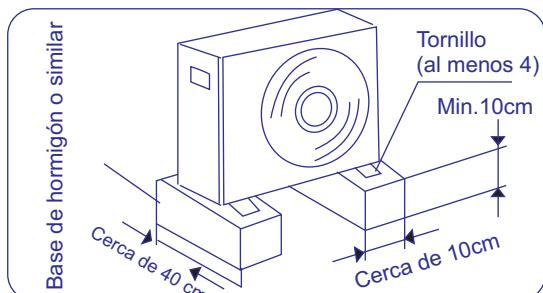

Imagen 7.2
- Haga una base fuerte (tabla de 10X40cm² hecha de hormigón o similar). El electrodoméstico no debería colocarse a menos de 10 cm de altura para evitar que se moje o se corroe. De lo contrario, puede dañar el electrodoméstico o reducir su vida útil. (Imagen 7.2)